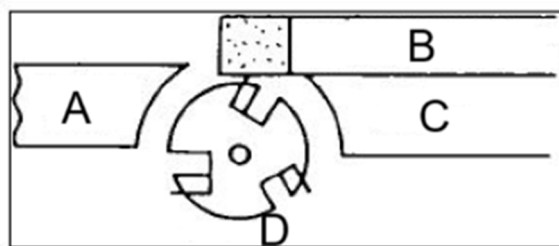

Figura 22
3. Per proteggere il tavolo di alimentazione dai graffi, coprire parzialmente la pietra per affilare con della carta (Figura 22).